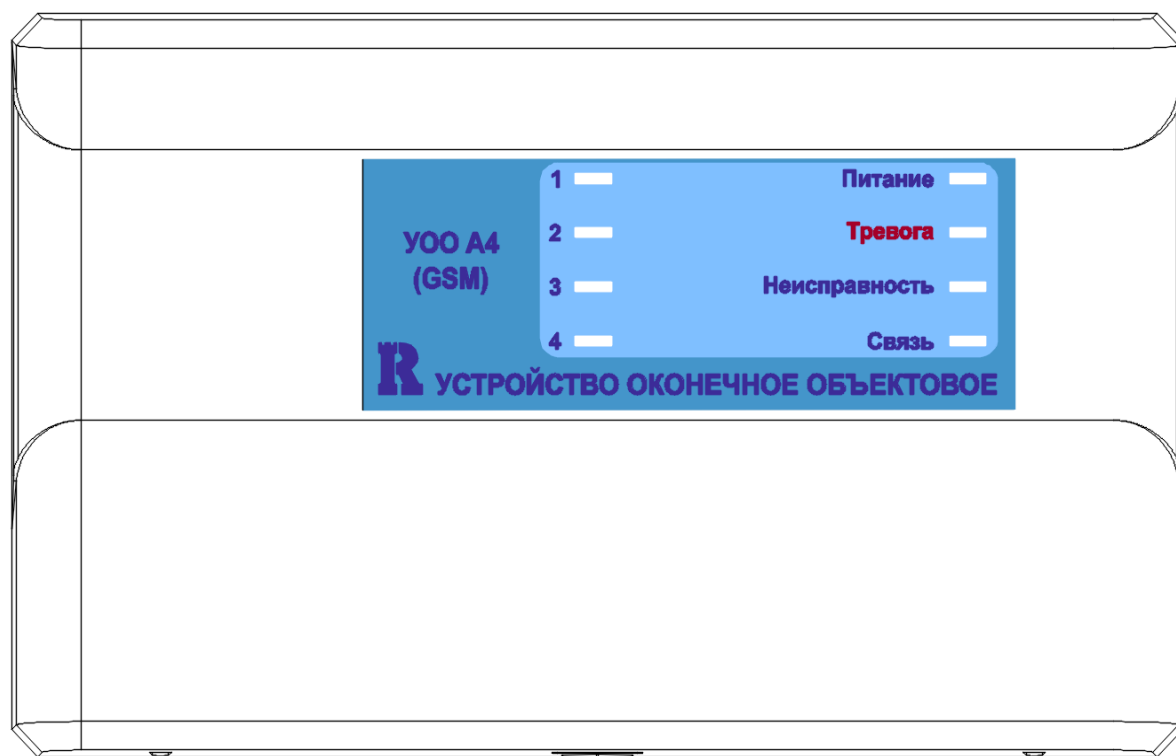

Рис. 1. Внешний вид лицевой панели УОО
- ✓ Пластикового корпуса, состоящего из основания (см. рисунок 4) и лицевой панели (см. рисунок 1), фиксируемых в закрытом состоянии между собой защелками;